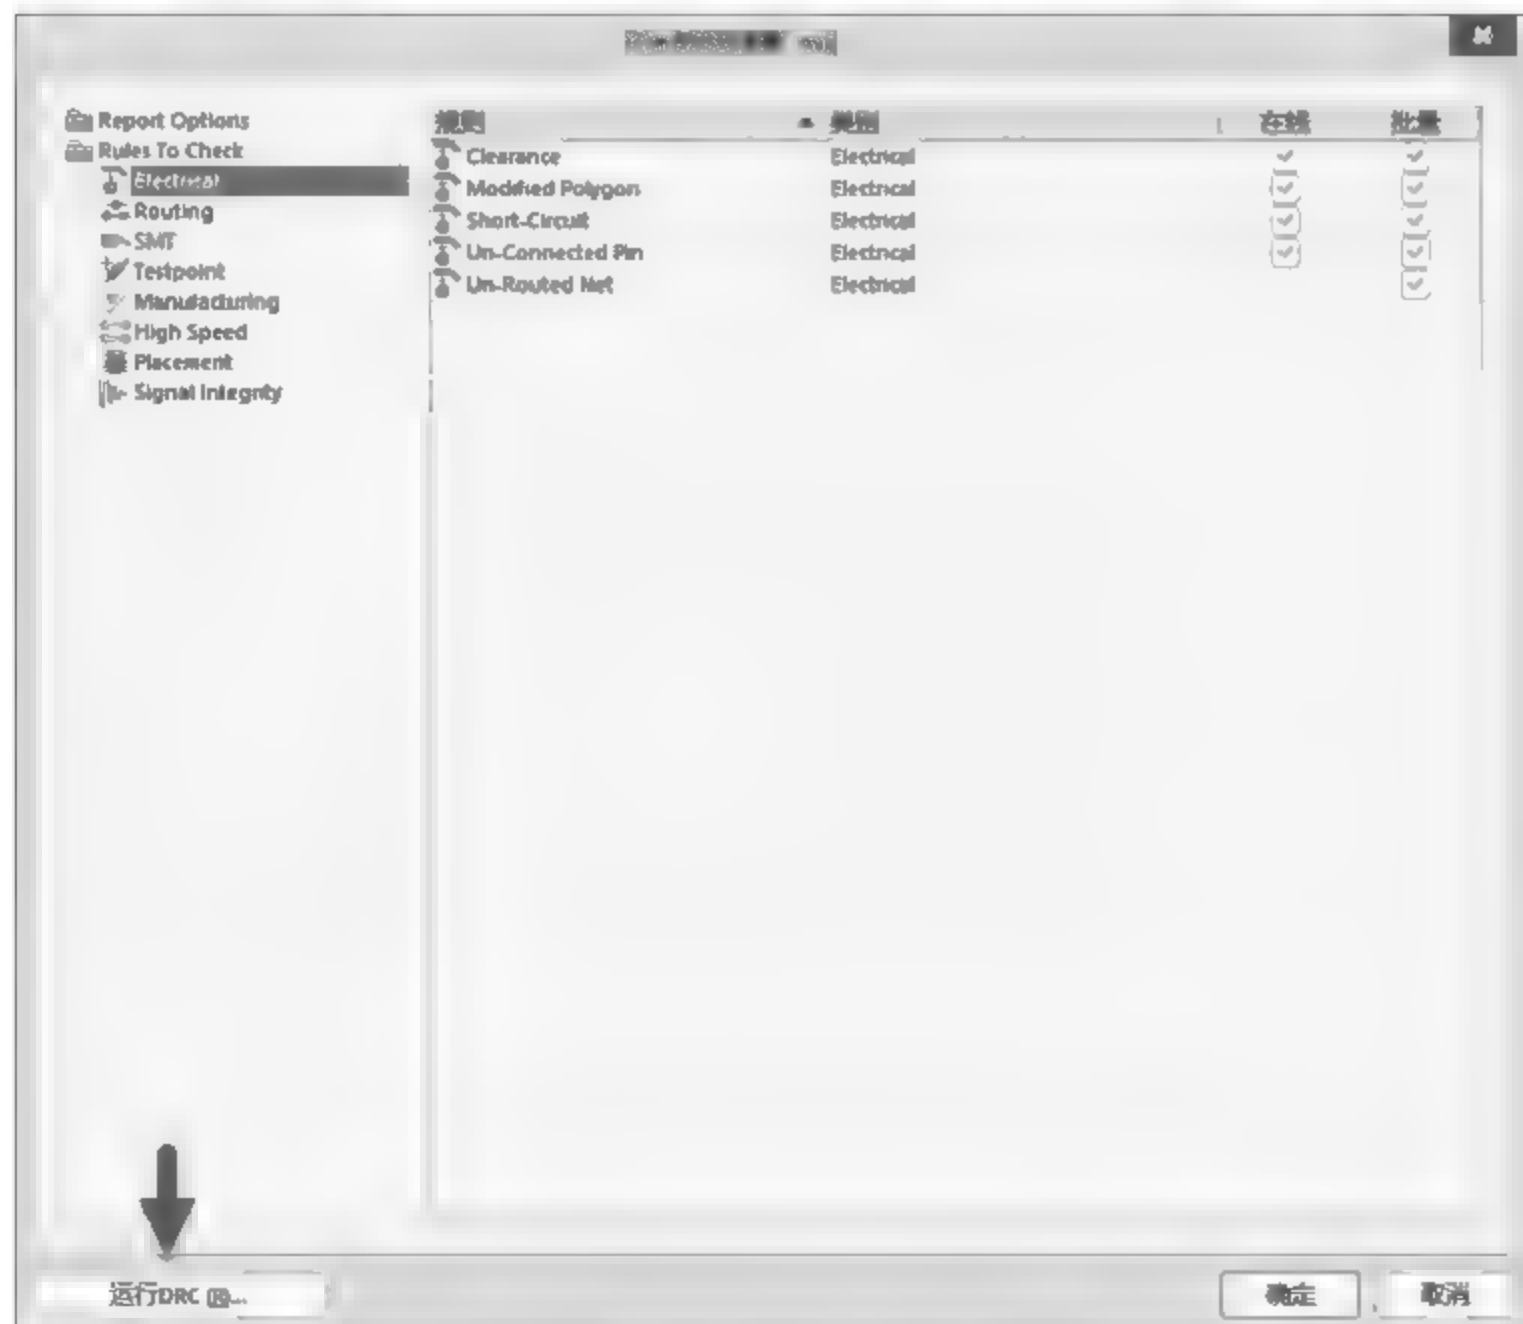

图 6-7 单击“运行 DRC”按钮
(1) 勾选需要检查的选项后,单击左下角的“运行DRC”按钮,如图6-7所示。